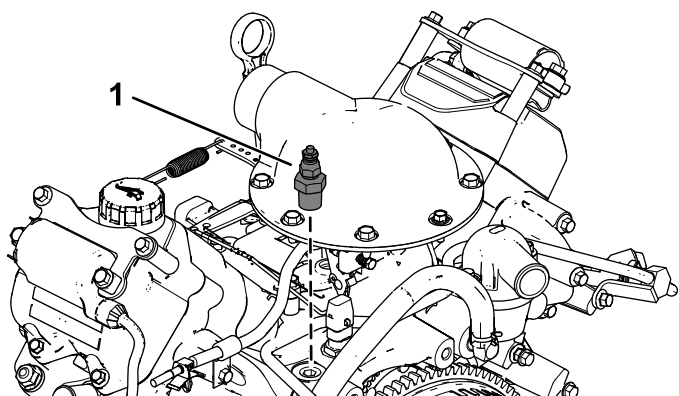

図 7
1. サーモスタットのハウジングから温度スイッチを外す図 7。